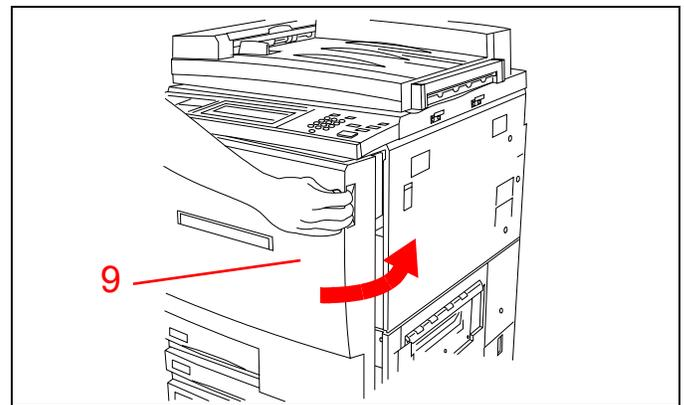

Figure 23
9. Refermez la porte avant de l'imprimante. Reportez-vous à la Figure 23.